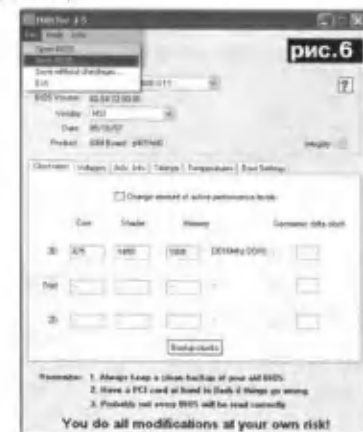

рис.6
5. Чтобы откатить любые изменения, которые вы произведете, следует записать оригинальный BIOS видеокарты на жёсткий диск (рис.6).
С помощью утилиты Nibitor следует сохранить BIOS с измененными настройками (рис.6). Пока изменения есть лишь в файле BIOS, но в видеокарту они не прошиты. Следующий этап предусматривает прошивку файла BIOS в видеокарту. Следует помнить, что имя ROM BIOS не должно превышать восемь символов, чтобы упростить процедуру прошивки, которая будет происходить под DOS.